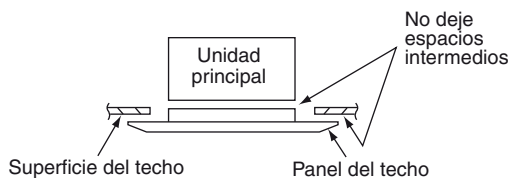

Fig. 7-9
- (4) Compruebe que el panel haya quedado firmemente fijado al techo.
- En este momento, cerciórese de que no haya espacios intermedios entre la unidad y el panel del techo, ni entre el panel del techo y la superficie del techo. (Fig. 7-9)